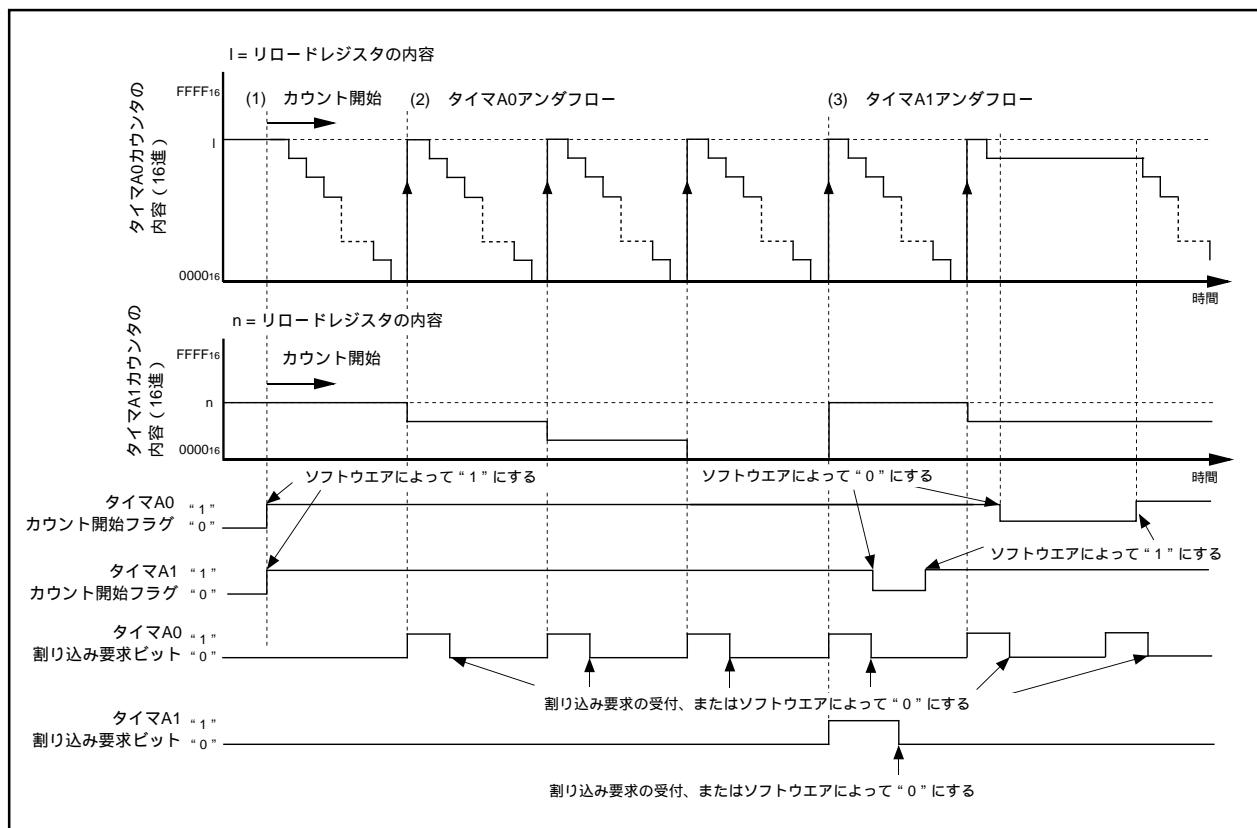
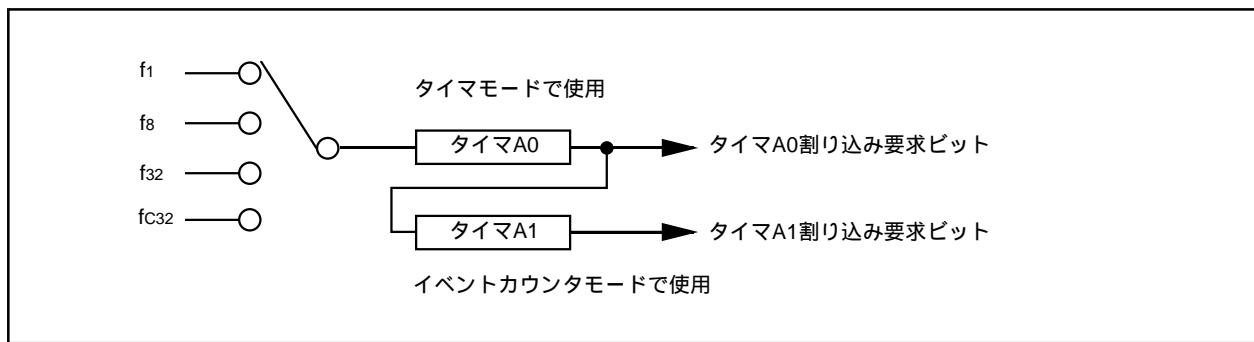

図3.1.1. 長い周期のタイマの動作タイミング
図3.1.2. 長い周期のタイマのタイマ接続図
**概要** タイマAを2本接続して16ビットプリスケーラ付き16ビットタイマを実現します。その動作タイミングを図3.1.1に、接続図を図3.1.2に、設定手順を図3.1.3、図3.1.4に示します。